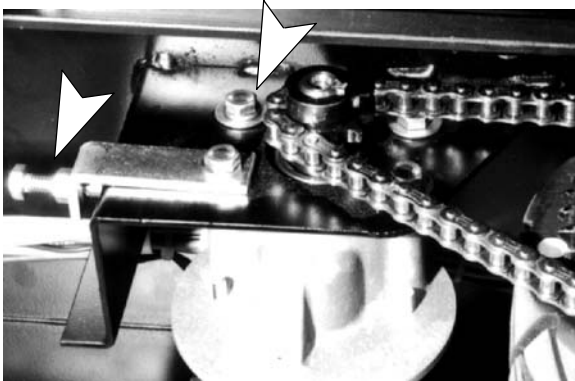

FIG. 42
3. Desserrez l'écrou de blocage du boulon de réglage de la tension. (Figure 42).